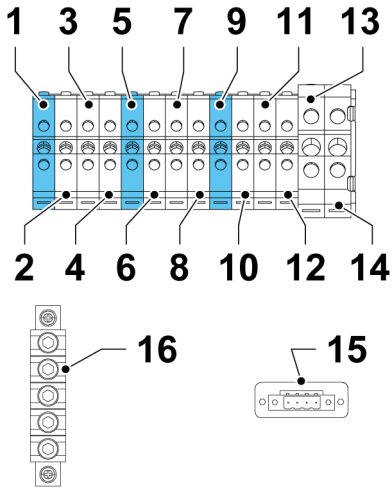

Рисунок 10: Клеммы для подключения силовых кабелей ИБП для трехфазных блоков
6. Подключите кабели к соответствующим клеммам по рис. 10: Клеммы для подключения силовых кабелей ИБП для трехфазных блоков и 11: Клеммы для подключения силовых кабелей ИБП для однофазных блоков.